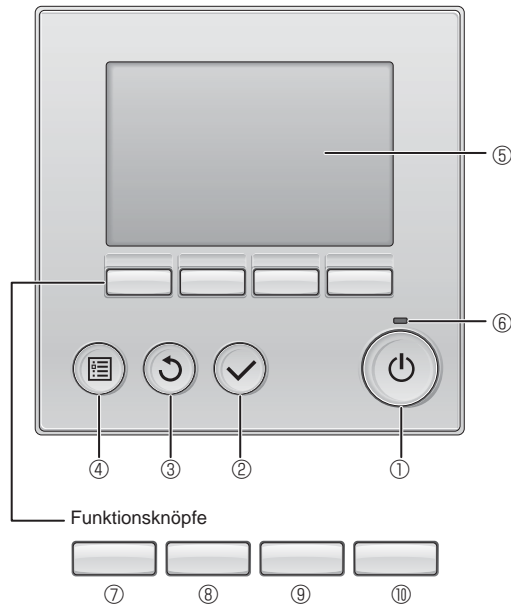

Fig. 7-1
7.2.1. Verwendung der verdrahteten Fernbedienung (Fig. 7-1)
① [EIN/AUS] Knopf